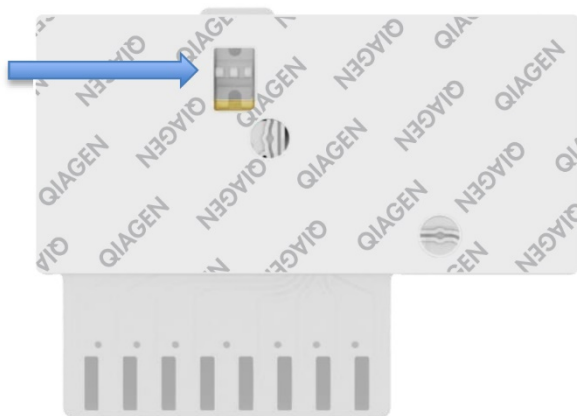

Figura 9. Janela de inspeção de amostras (seta azul).
9. Confirme visualmente se a amostra foi carregada verificando a janela de inspeção de amostras do QIAstat-Dx Gastrointestinal Panel 2 Cartridge (Figura 9). Uma mistura de amostra e esferas de sílica deve ser observada.